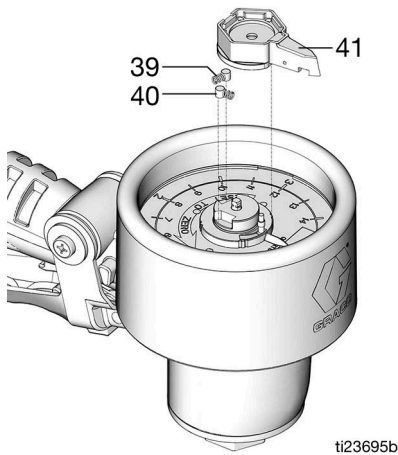

ABB. 15
3. Zeiger (41), Federn (39) und Stifte (40) abnehmen (ABB. 15).